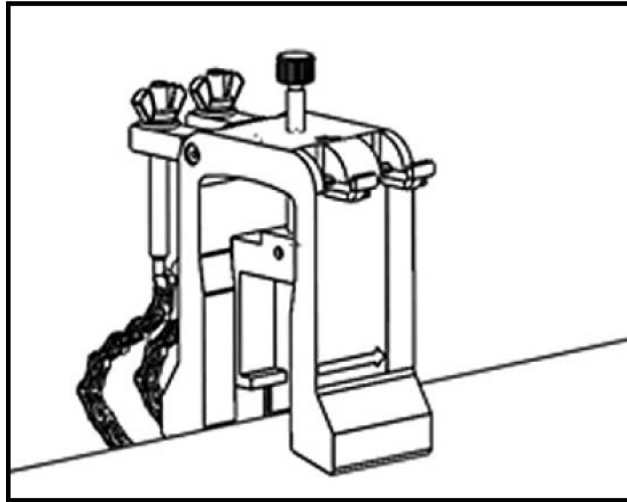

Figura 36: Colocación del yugo sobre la parte superior de la tubería
2. Coloque el yugo sobre la parte superior de la tubería (véase Figura 36 más abajo). Si el espaciado requerido del transductor es de <305 mm/12 pulg., se debe colocar la cadena del yugo dentro del accesorio de sujeción como aparece ilustrado.